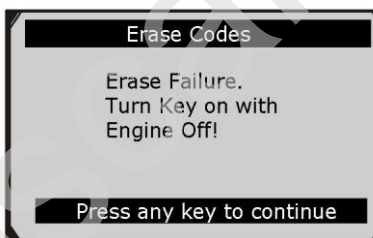

Рисунок 5-8
- Если коды не удалось удалить, на дисплее отобразится сообщение **Erase Failure. Turn Key on with Engine off!** [Удаление не выполнено. Включите зажигание без запуска двигателя!]. См. рисунок 5-8.